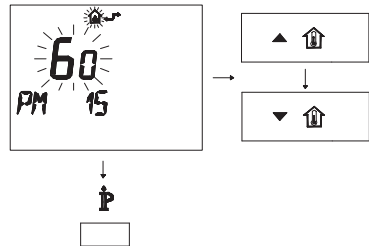

Fig. 5.33
- Modificare il SET programmato agendo sui pulsanti ▲⏮ o ▼⏮ fino a visualizzare un **set di 60**, aspettare che il numero programmato cominci a lampeggiare (Fig. 5.33).